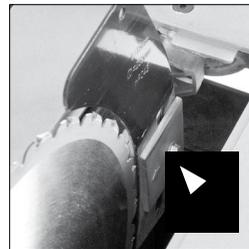

Рис. 14
- Снимите с крышки стола предохранительную пластину, повернув крепежный винт на ¼ оборота. Поднимите пластину вверх (Рис. 14) и аккуратно отложите в сторону для последующего использования.